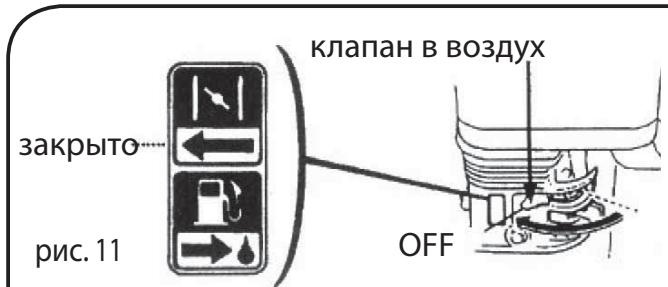

рис. 11
7. Поместите отвода воздуха в "закрытом" (рис. 11).